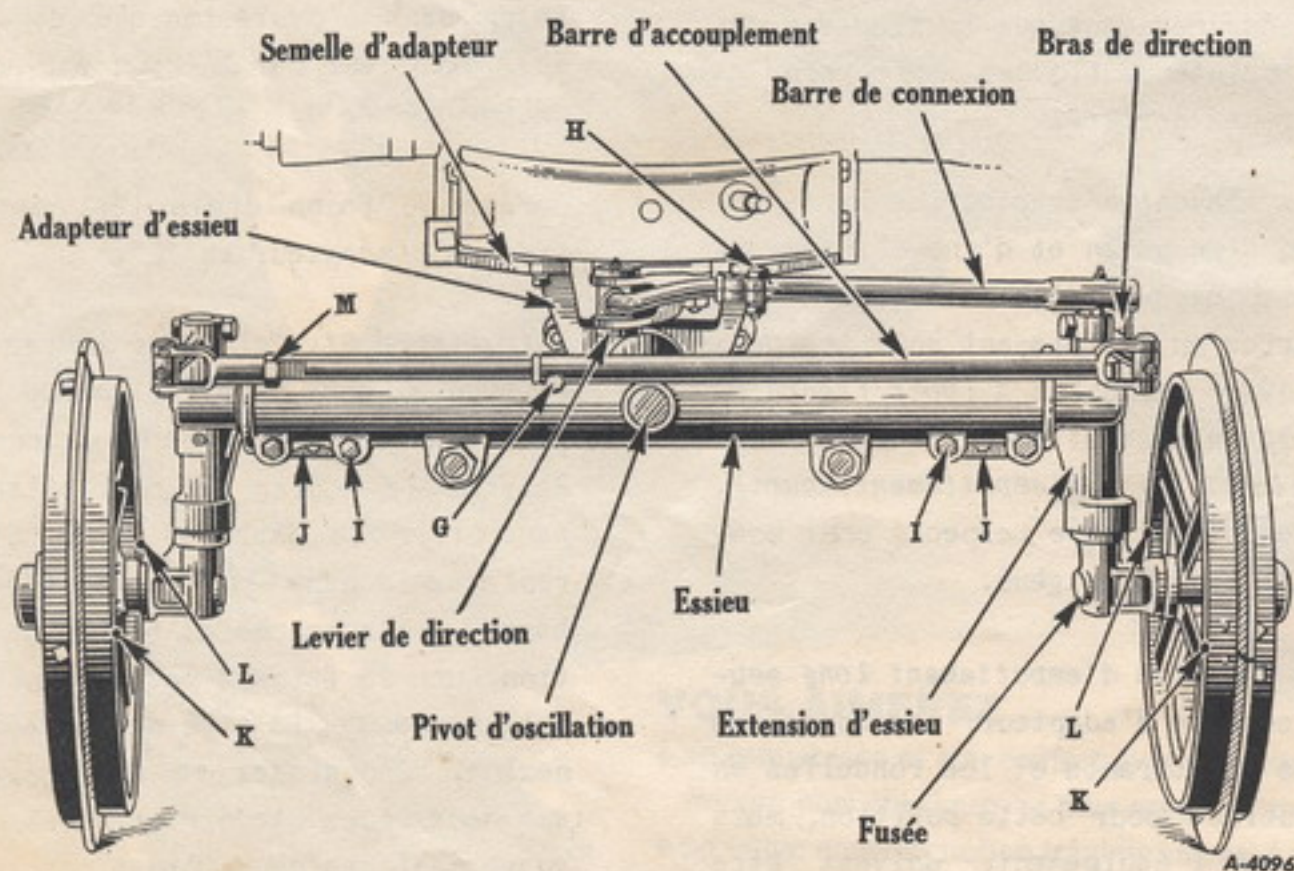

Figure 53
(F) Voir figure 53. Reliez le levier de direction au bras de direction de la roue gauche, au moyen de la barre de connexion. Retirez le boulon "H" pour allonger ou raccourcir la barre de connexion; puis remplacez-le dans un des deux trous du tube de la barre en le faisant passer dans un des huit crans de la tige coulissante intérieure. Choisissez le trou et le cran qui permettent aux deux roues d'avoir un angle de braquage égal des deux côtés.